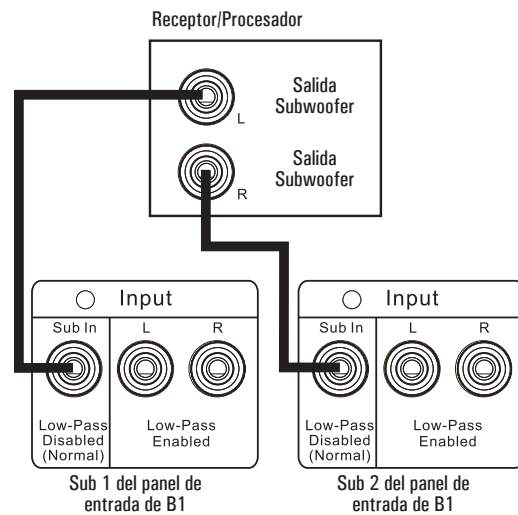

Figura 13: Múltiples conexiones de subwoofer
2. Conecte un latiguillo RCA suministrado desde la salida Subwoofer o LFE del procesador/receptor al conector Sub In del panel posterior del primer B1, tal como se muestra en la Figura 13.